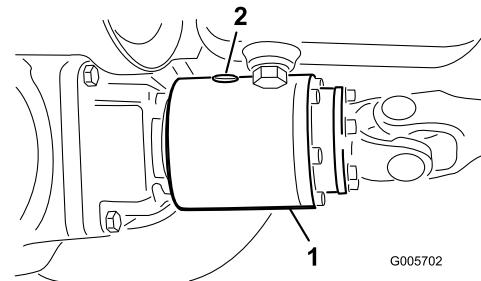

Bild 32
2. Drehen Sie die Kupplung (Bild 32), sodass die Schraube auf 16 Uhr steht (12 Uhr abgebildet).